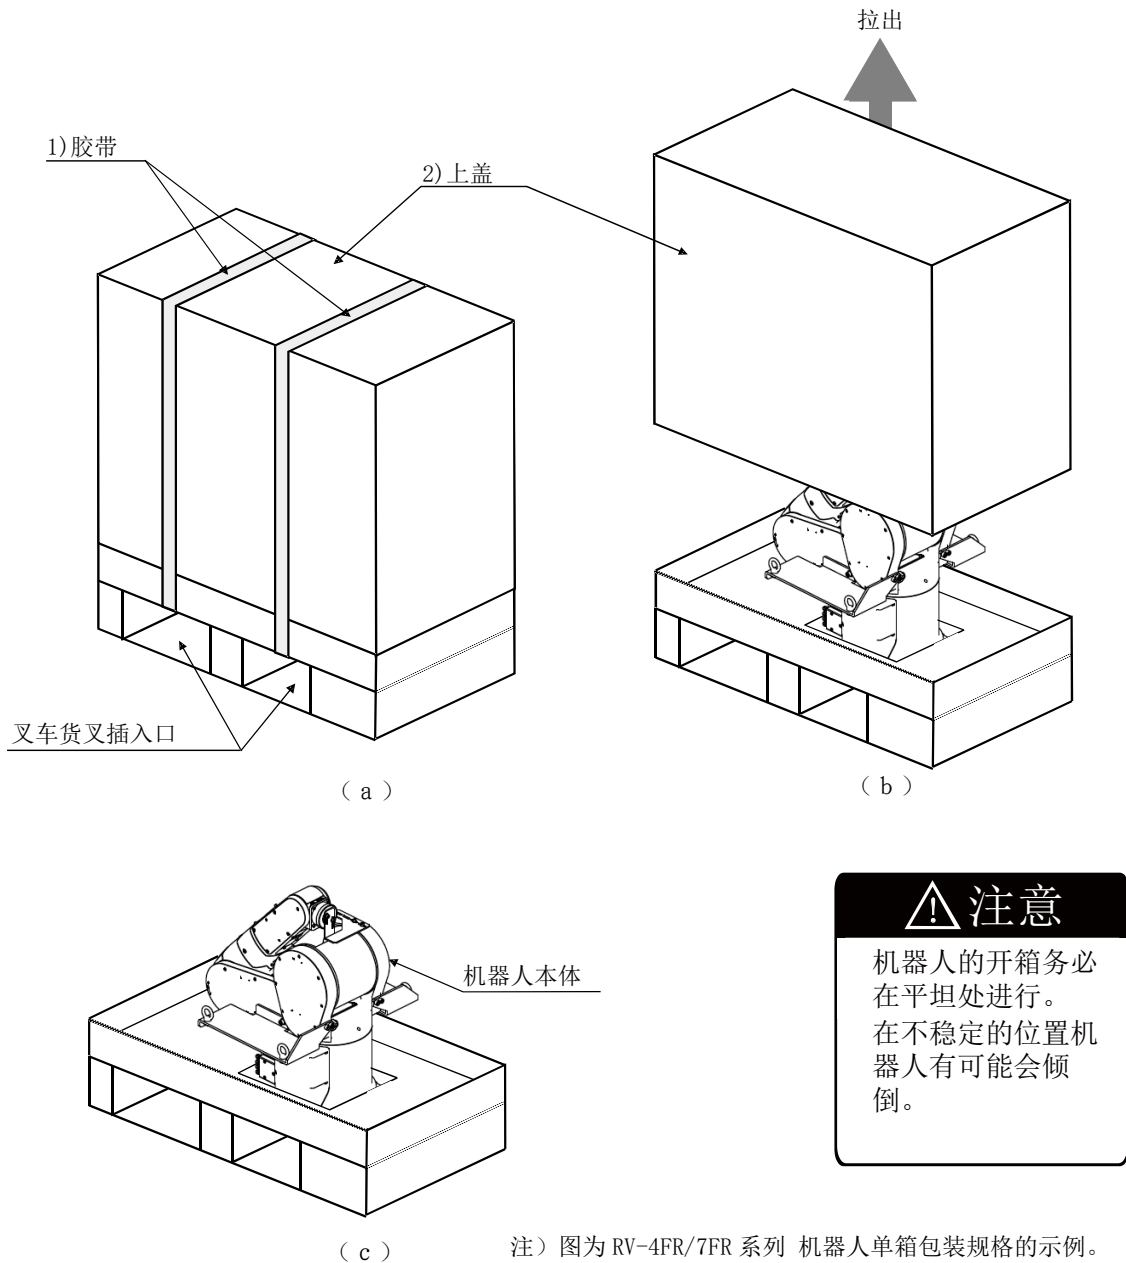

图 2-3：机器人本体的开箱（RV-4FR/7FR 系列 机器人单箱包装规格、RV-13FR 系列）
出厂时的机器人是用纸箱及胶合板进行包装的。请参照图 2-3 进行开箱。此外，机器人本体应按照“2.2.3 搬运要领（吊车搬运）”进行处理。
- 1) 使用小刀等切用于固定纸箱上盖 2) 的胶带 1)。(图 2-3 的 (a))
- 2) 用双手按压固定纸箱上盖 2) 的同时向上拔出。(图 2-3 的 (b))
- 3) 卸下连接机器人基座与固定台的内六角螺栓 (4 个)。(图 2-3 的 (c))